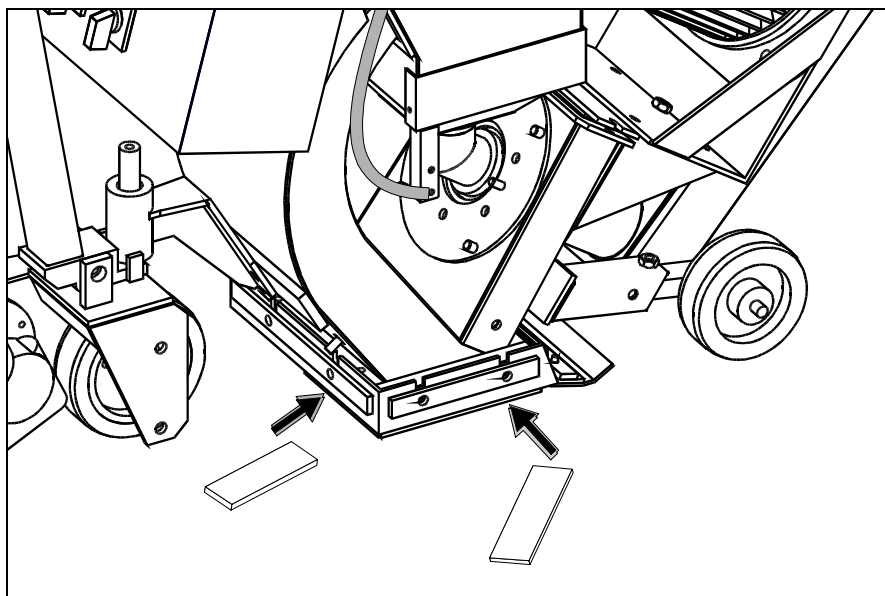

Bild 5.1
- Überprüfen Sie, dass das Strahlmittelmagnetventil (schwarzer Knopf in Stellung "Zu" Bild 5.1) geschlossen ist.